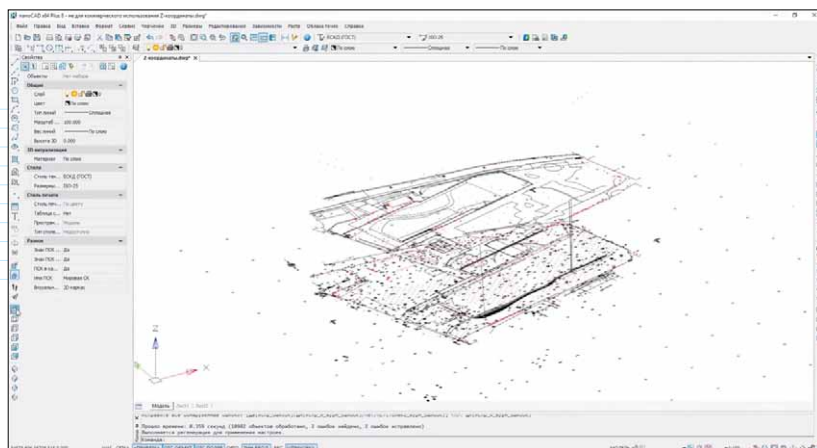

Рис. 6. Пример работы с проблемными *DWG*-файлами: восстановление чертежа с некорректными Z-координатами
- “Оплачивание” Z-координат объектов, что позволяет восстановить геометрически “поломанные” чертежи (рис. 6). По этой проблематике я писал статью для сайта “Хабр” три года назад (habr.com/company/nanosoftware/blog/250791/), и это актуально до сих пор.